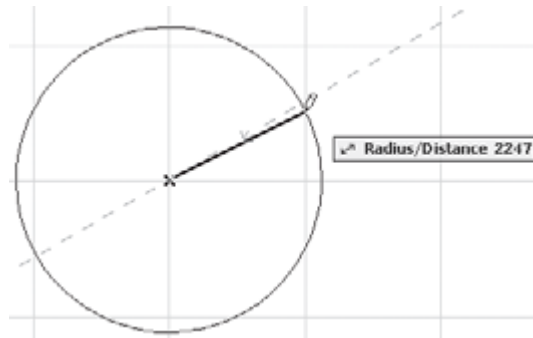

Рис. 3.11. Определение радиуса дуги/окружности
2. Определите радиус строящегося элемента, переместив указатель мыши на необходимое расстояние. При выполнении этой операции на экране будет динамически отрисовываться окружность, а также, как и при построении линии, отображаться «резиновая нить», указывающая текущее положение радиуса и табло с информацией о его длине (рис. 3.11).
2. Перемещением указателя мыши определите длину оси эллипса. В процессе перемещения маркер центра соединяется с указателем мыши «резиновой нитью», отображающей текущее положение оси. Вокруг отрисовывается окружность с радиусом, равным длине оси. Синхронно с указателем мыши перемещается информационное табло, на котором отображается текущая длина оси (см. рис. 3.11).